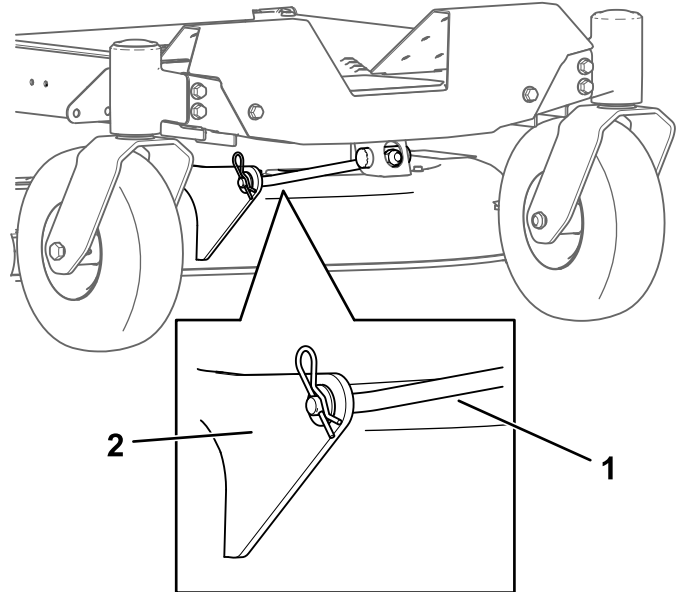

Figure 71
4. Retirez la goupille fendue de la tige de support avant et déposez la tige du support de tablier (Figure 71).
- Fixez la tige de support avant au tablier de coupe à l'aide de l'axe de chape et de la goupille fendue (Figure 71).